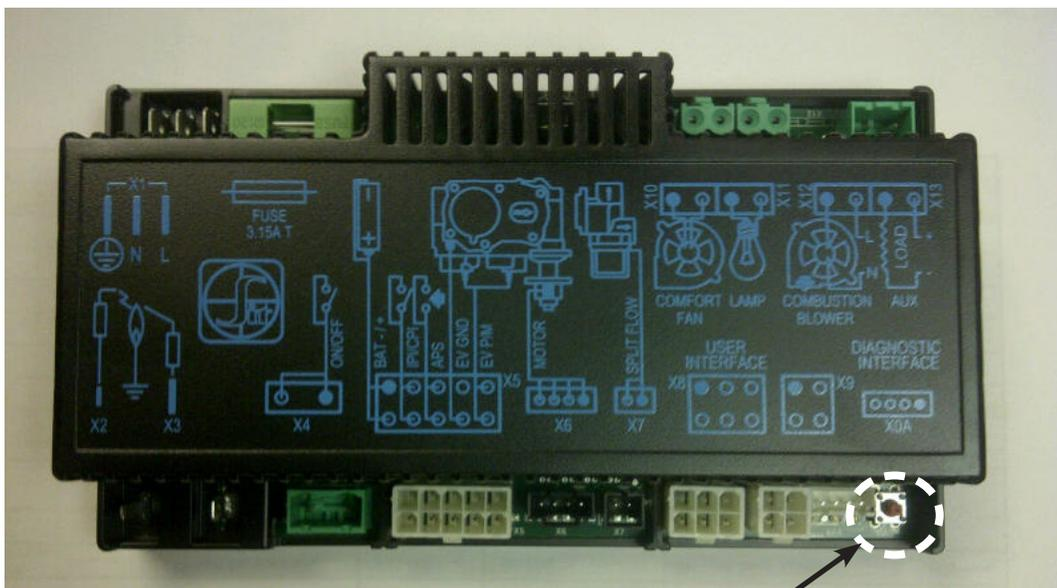

Figure 7. Bouton de réinitialisation (IFC)
L'IFC Proflame 2 (Figure 7) connecte directement à la vanne de gaz, le moteur pas à pas, et le ventilateur de convection par moyen d'un faisceau de câbles. L'IFC est alimenté par 120 VAC, mais peut aussi fonctionner avec un système de secours de quatre (4) piles type AA pendant de courtes périodes. L'IFC accepte des commandes par fréquence radiophonique de l'émetteur pour faire fonctionner l'appareil en accord avec la configuration Proflame 2 particulière. L'IFC a un bouton de réinitialisation rouge situé à droite et à l'avant de l'appareil qui est utilisé pour synchroniser avec l'émetteur lors du premier fonctionnement, ou après que les piles aient été remplacées.
Insérez les quatre (4) piles AA dans le compartiment de piles de l'IFC. Notez la polarité de la pile et l'insérez dans le compartiment comme indiqué sur les supports du compartiment. Poussez le bouton de réinitialisation sur l'IFC marqué « SW1 » (voir la Figure 7).